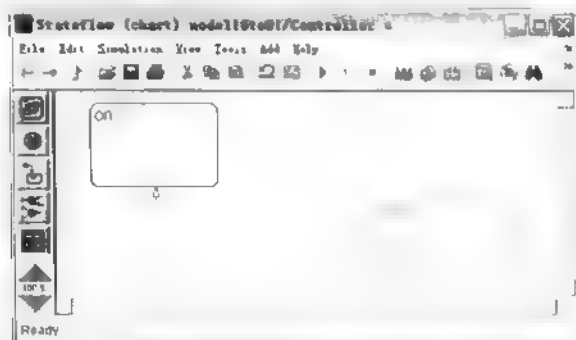

图 16.19 绘制 off 状态到 on 状态的迁移
- ② 当鼠标变成十字型光标时，按住鼠标左键，并拖动鼠标到 on 状态框的下边框。带有迁移的 Stateflow 图表如图 16.19 所示。